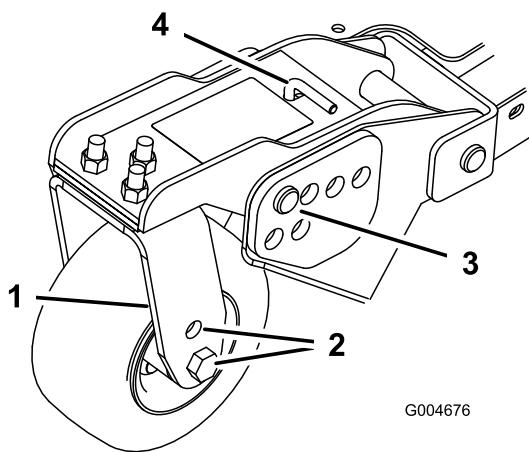
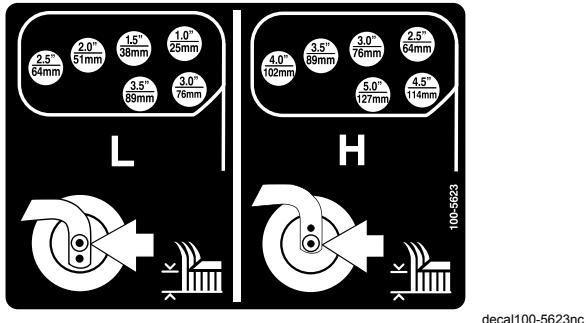

Bild 24
Bild 25
- Stecken Sie die Laufradachsen in allen Laufradgabeln in die gleichen Löcher (Bild 22 und Bild 24). Siehe die nachstehende Tabelle, um das richtige Loch für die jeweilige Einstellung festzustellen.
- Entfernen Sie den Splint und den Lastösenbolzen von den Laufradgelenkkarren (Bild 24).
- Drehen Sie die Spannstange, um den Gelenkarm anzuheben oder abzusenken, bis die Löcher mit den ausgewählten Löchern in der Schnitthöhenhalterung im Mähwerkrahmen ausgerichtet sind (Bild 24 und Bild 25).